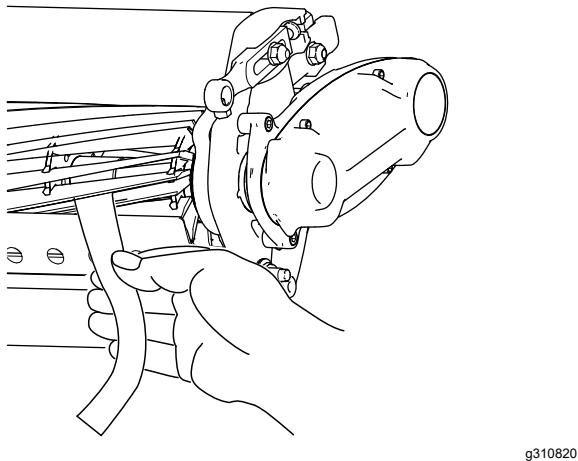

Figura 6
corte (Figura 6) e, em seguida, rode **lentamente** o cilindro para a frente; deve cortar o papel; caso contrário, repita os passos **A** e **B** até que o faça.
11. Insira uma fita comprida de papel de desempenho de corte (Peça Toro N.º 125-5610) entre o cilindro e a lâmina de corte, perpendicular à lâmina de corte (Figura 6) e, em seguida, rode **lentamente** o cilindro para a frente; deve cortar o papel; caso contrário, rode cada parafuso de ajuste da barra de apoio no sentido dos ponteiros do relógio 1 clique e repita este passo até que corte o papel.